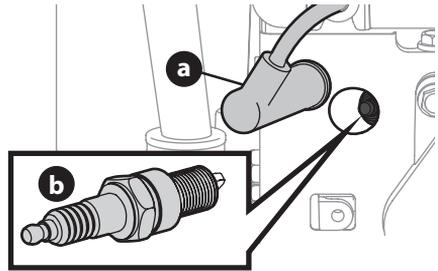

Figura 13
- Retire la funda de la bujía (a) y utilice una llave para bujías para extraer la bujía (b) (Figura 13).